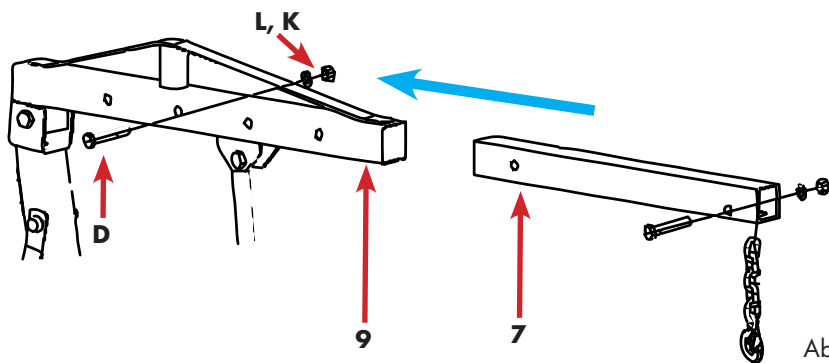

Abb.15
- Schieben Sie den Ausleger in den Tragarm, so dass das Loch im Ausleger mit einem der vier Löcher im Ausleger übereinstimmt, um bei der gewünschten Belastung zu sichern. Siehe Abb.15.
| Legende Abbildung 15 (siehe auch ab Seite 15, Abbildung 2 und Tabelle 1) | |